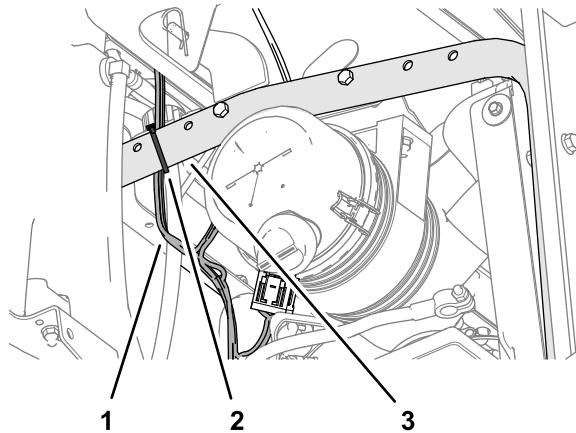

図 19
3. エンジンの上方で、電源ハーネスをラジエーターのサポートチューブに図19のように固定する。